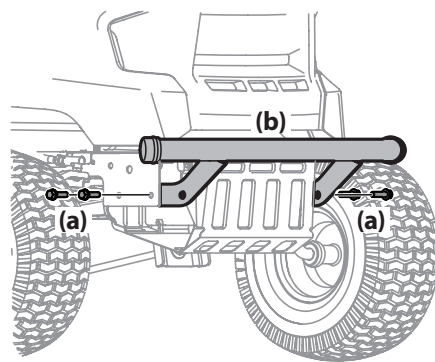

Figura 10
- Coloque los soportes del paragolpes hacia el interior del bastidor del tractor y fíjelos en su lugar con los cuatro tornillos hexagonales (a). Ajuste hasta 332-405 pulgadas-libras (37.5-45.75 N-m). Consulte la Figura 10.